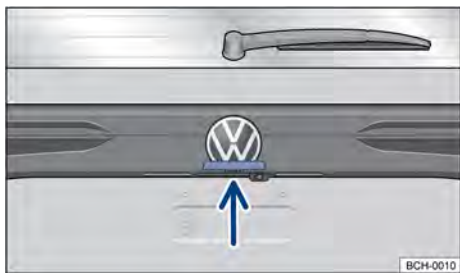

Fig. 56 En el capó del maletero: palpador para abrir el capó del maletero.
- Para abrir el capó del maletero, presionar la tecla → fig. 56 y levantarlo.